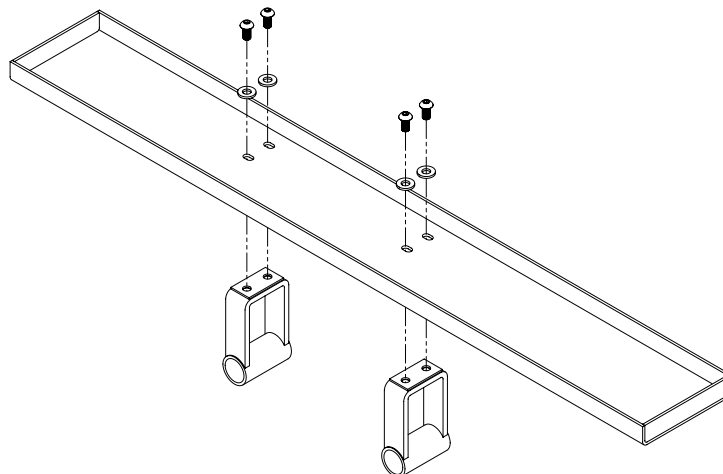

Figure 2 : Assemblage de la plaque d'arrêt sur le rail de roue
2. Assemblez sans les serrer complètement, les supports de fixation au rail de roue à l'aide de vis à tête creuse (voir figure 2).